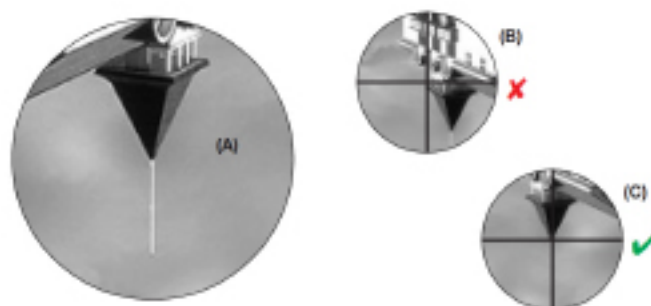

Fig. 1
Steek het oculair met het grootste brandpunt in de zenitspiegel. Richt de telescoop op een markant object op ca. 300 afstand (vb. huisgevel, kerktoernspits, enz.), tot die in het midden van het gezichtsveld verschijnt (Fig. 1)
Kijk door de zoekertelefoon en richt deze door het draaien aan de 3 of 6 regelschroeven, tot u het object in het midden van het dradenkruis ziet. Het beeld, dat u voordien door het oculair van uw telescoop kon zien, moet nu ook in het dradenkruis van de zoekertelefoon, (2) precies in het midden verschijnen (Fig. 1)